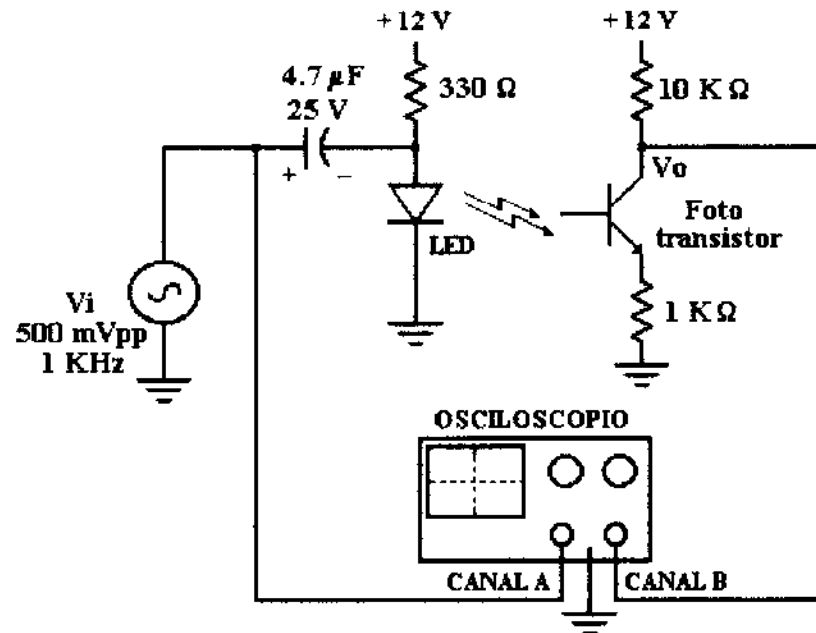

Figura 2.5.- Circuito LED - Fototransistor
1.- Alambre el circuito de la figura 2.5, cuidando de conectar en forma correcta las terminales de sus elementos. Utilice un LED de luz visible.